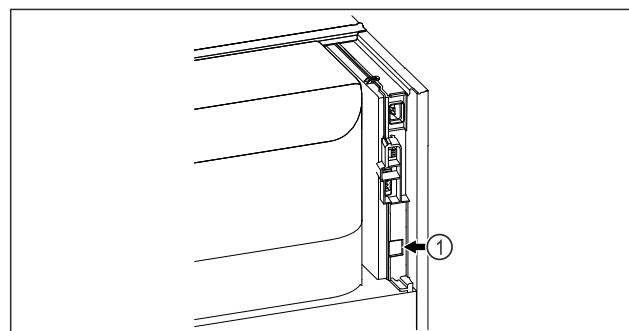

Fig. 99
- ❑ Le SmartModule Fig. 99 (1) est installé.